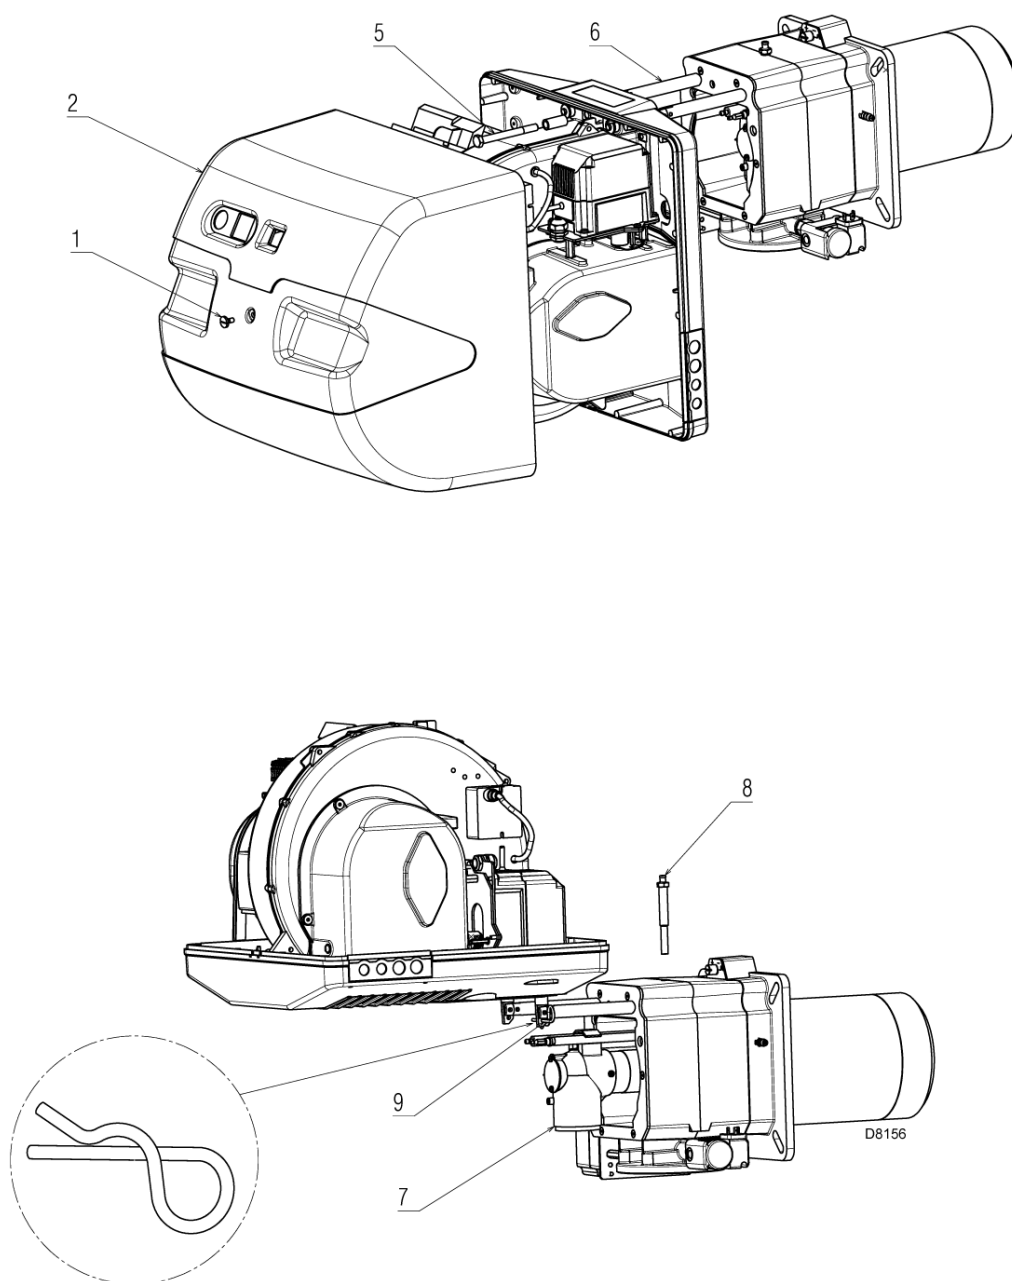

Рис. 39
Если вы не уверены, снимите колено (7) (рисунок 39).